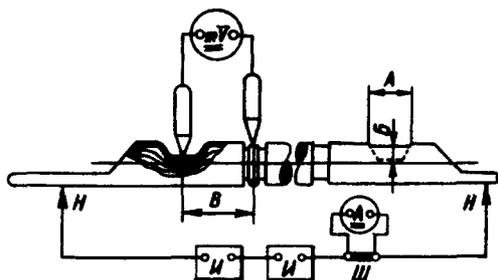

Рис. 63. Схема проверки переходного сопротивления в наконечниках алюминиевых проводов:
4. Подключить провод к источнику тока и аппаратуре в соответствии со схемой, приведенной на рис. 63.
С помощью милливольтметра замерить падение напряжения в месте заделки провода. Щупы милливольтметра подключать в центре лунки обжатия наконечника и к хомуту, охватывающему зачищенную часть провода возле наконечника (рис. 63); после замера снять хомут.